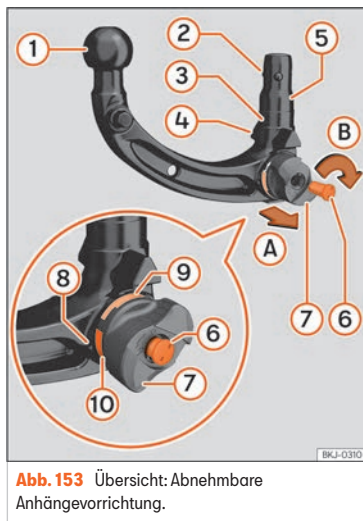

Abb. 153 Übersicht: Abnehmbare Anhängervorrichtung.
3. Die Schlossabdeckung »» [Abb. 153] 7 öffnen und den Schlüssel 6 in das Schloss stecken.